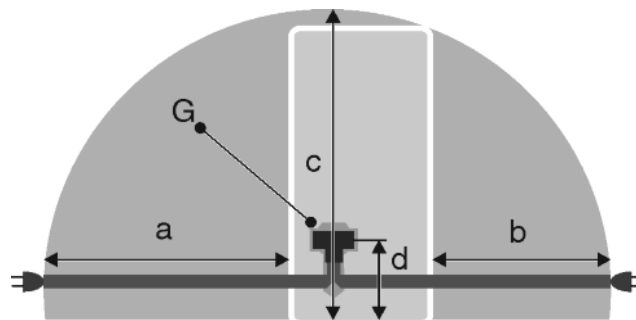

Fig. 31
- Gniazdo znajduje się poza tylną częścią urządzenia w podanym obszarze Fig. 31 (a, b, c).
- ▶ Wtyczkę urządzenia Fig. 31 (G) podłączyć z tyłu urządzenia. Zwrócić uwagę na prawidłowe zazębenie.